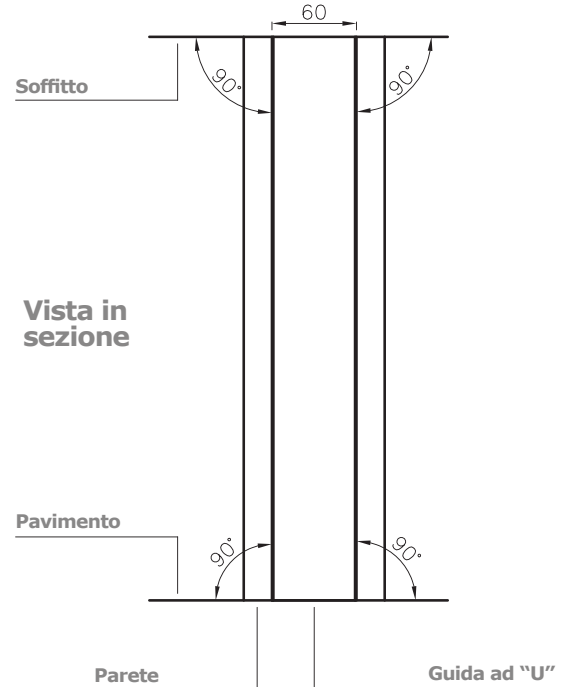

Fig. 1
- Appoggiare alla parete il profilo "guida ad U" cercando di tenere una perfetta perpendicolare con il pavimento (fig. 1 - vista in sezione della parete finita). Si consiglia di fissarlo provvisoriamente in alto e in basso, a circa 10 cm dalle estremità